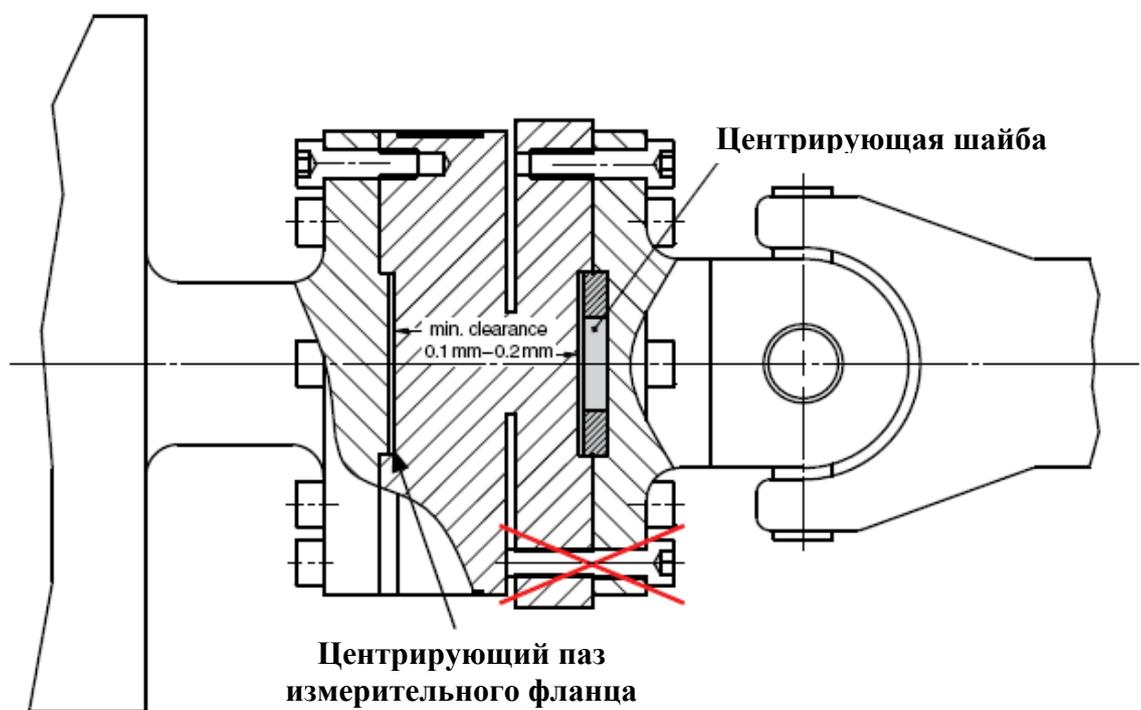

Рисунок 2-8 Установленный датчик TF
Примечание: Если у установочного фланца или муфты также присутствует центрирующий паз, то возможно применение промежуточной центрирующей шайбы (см. рисунок 2-8 Установленный датчик TF).
- Проверьте длину болтов, так, чтобы они не касались противоположной части измерительного фланца (см. рисунок 2-8 Установленный датчик TF)